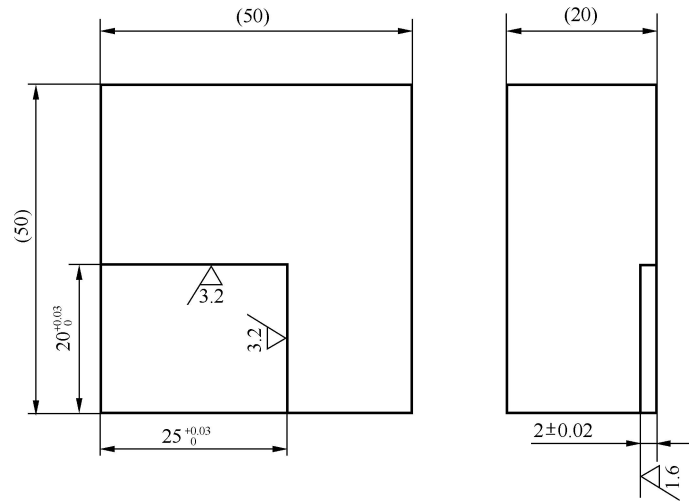

图 4-26 电火花加工零件
2) 如图 4-26 所示零件, 若电极横截面尺寸为 30mm×28mm, 请问: